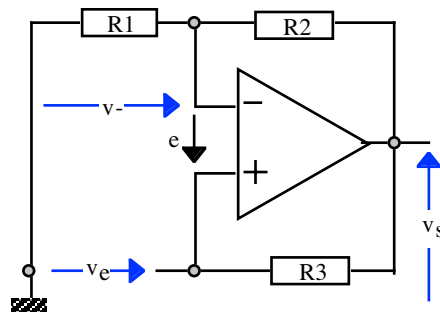

Figure 2
- 2) Soit le montage de la figure 2.